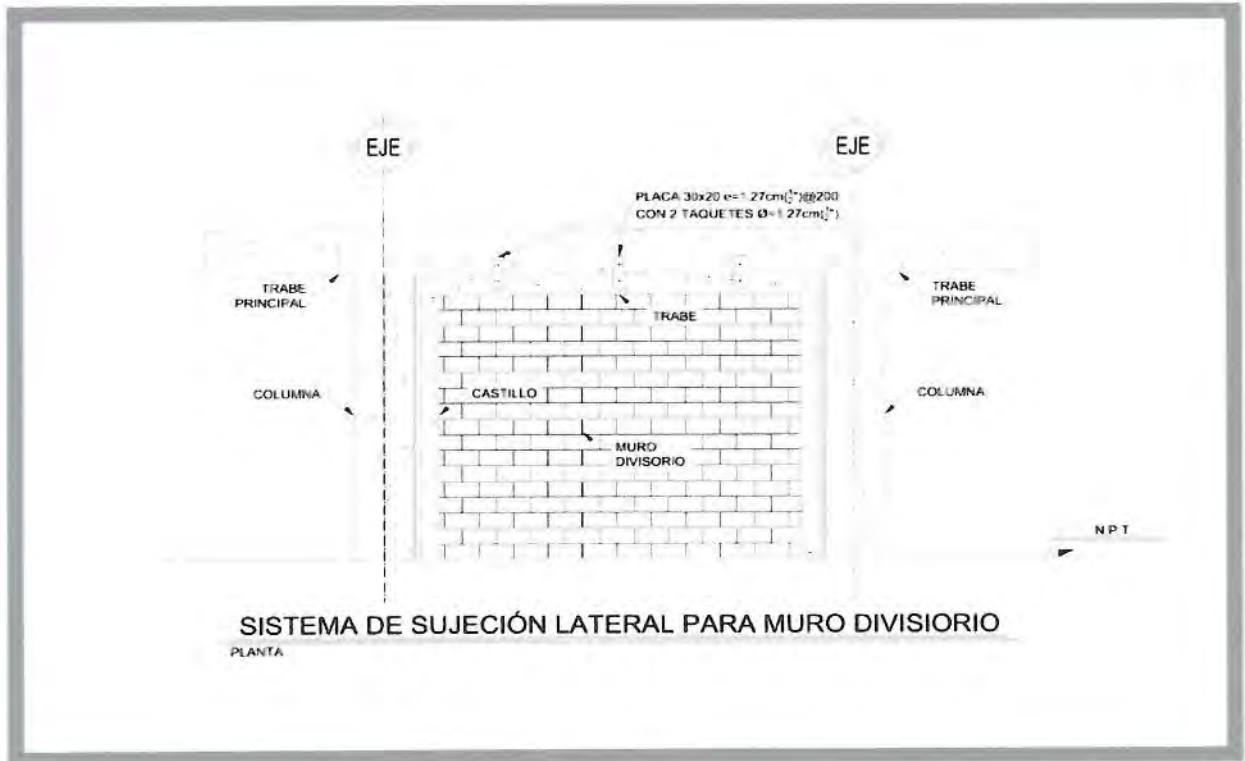

Figura 9
- b) Reparar los muros de relleno agrietados con alguno de los procedimientos mostrados en las figuras 7 y 8. Asimismo se deberán sujetar lateralmente como se presenta en la figura 9.